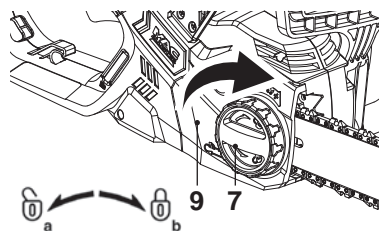

Fig. 7
8. Remettez le couvercle [9] en place et serrez légèrement la molette de verrouillage [7] (Fig. 7, b). Ne serrez pas la molette à fond: la chaîne doit être tendue au préalable.
- après tension de la chaîne, tournez la molette de verrouillage dans le sens des aiguilles d'une montre pour serrer le couvercle (9) complètement (Fig. 7, b)